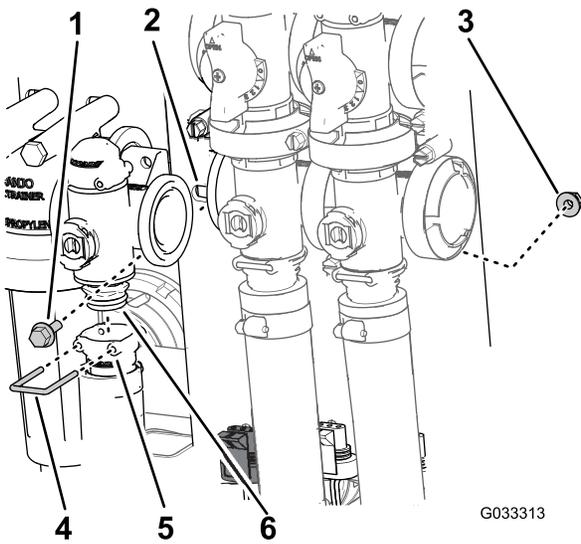

図 63
2. 散布量制御バルブ用のマニホールドに出口フィッティングを固定しているリテーナを外す 図 63。
- 散布量制御バルブをバルブマウントに固定しているフランジヘッドボルト2本とフランジロックナット2個を外してバルブマニホルドを機体から取り外す 図 63。